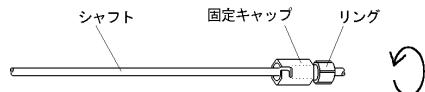

図1.
- ⑨挿入(手術)中のブロッカーチューブは、反対側の気管支へ入れ替えないこと。[ブロッカーチューブのアンダル部が伸び、カフ破損、気管・気管支損傷等の原因となる]
- ⑩患者の体位を変えた(体位が変化した)場合は、ブロッカーチューブ(カフ)の挿入位置を必ず確認すること。
- ①使用前に、カフ検査を行い、空気漏れ、片膨れ等の異常が認められた場合は、使用しないこと。[シリコーンゴム製品は、自己密着性があり、膨張不能や片膨れが生じることがある]
- ②挿入する際は、カフ全体に潤滑作用を有する薬剤等を塗布すること。[塗布せずに挿入すると、カフ破損、気管・気管支損傷等の原因となる]
- ③カフを膨張させる際は、バルブより纖維(リント)等が混入しないよう注意すること。[バルブの機能が低下し、カフ収縮の原因となる]
- ④カフを膨張させる際は、清潔なシリングを使用すること。[シリングに付着しているリント等が、バルブ内に混入する危険性がある]
- ⑤カフを膨張させる際は、シリングの先端をバルブの奥まで確実に挿入すること。[挿入が不十分な場合、バルブ内の弁が開かず、カフ操作が行えない場合がある]
- ⑥使用時の空気注入量は、気管支壁の毛細血管の血流障害、手術時間等を考慮し、臨床上の判断により決定した注入量とすること。[過膨張は、カフ破損、気管支損傷等の原因となる]
- ①使用前に、固定キャップのリングを右に回して、固定キャップがシャフトに固定できることを確認すること。[固定できない場合は、使用しないこと] (図1参照)